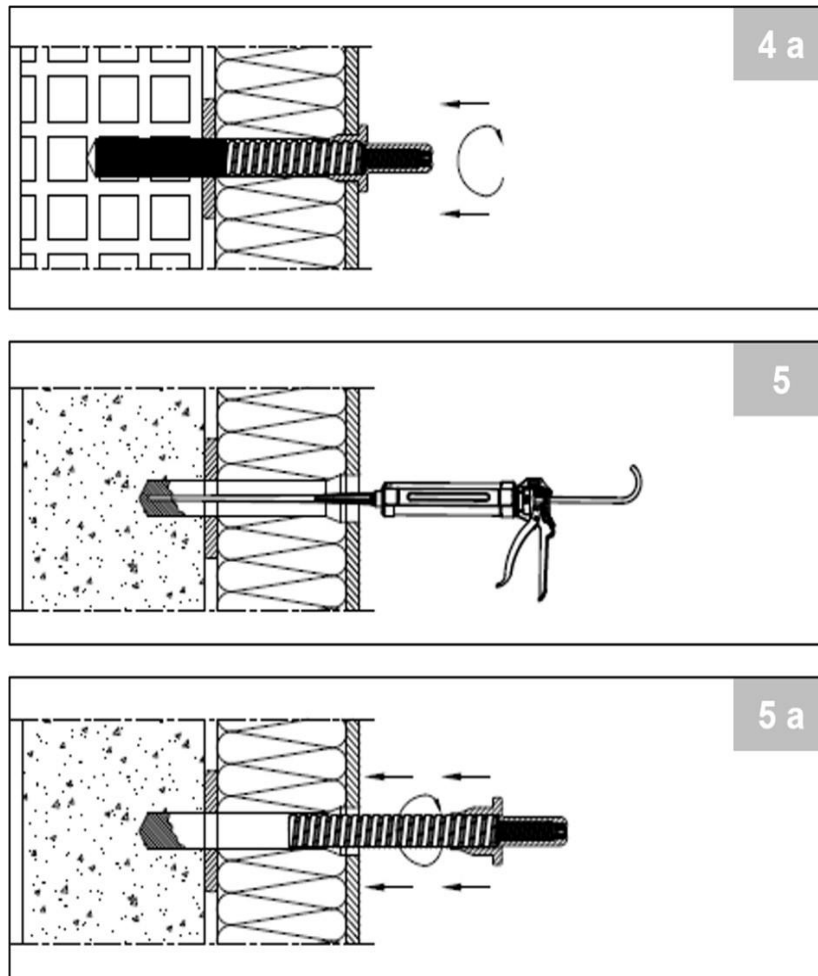

figura 4a, 5, 5a: fasi di lavorazione StoFix Iso-Bar ECO
- Se si utilizzano bussole retinate, estrarre lo StoFix Iso-Bar ECO con attenzione in modo che la posizione della bussola retinata rimanga invariata, figura 4a.